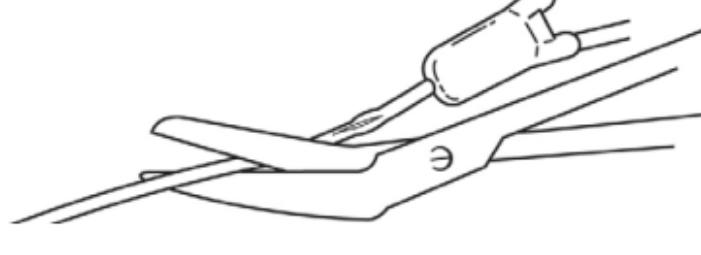

Fig. 2
- Tagliare la porzione danneggiata del catetere. (Fig. 2)